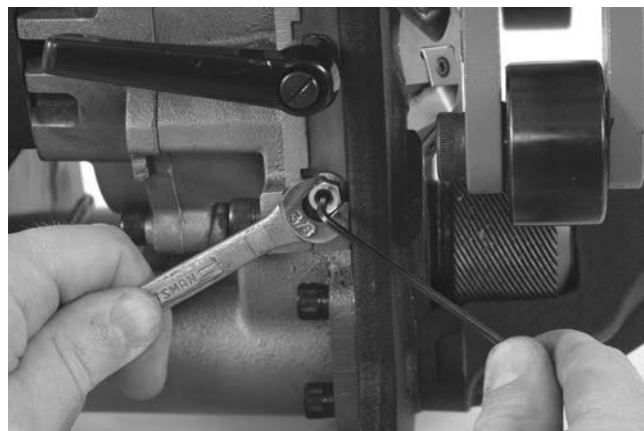

Рис. 21 – Регулировка прижимной пластины
5. Удерживая установочные винты на месте с помощью шестигранного ключа, затяните контргайки (рис. 21).